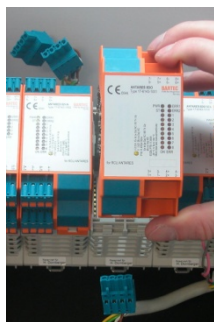

Рисунок 4
- (2) Открыть фиксаторы между верхней и нижней частью корпуса (рис. 4).